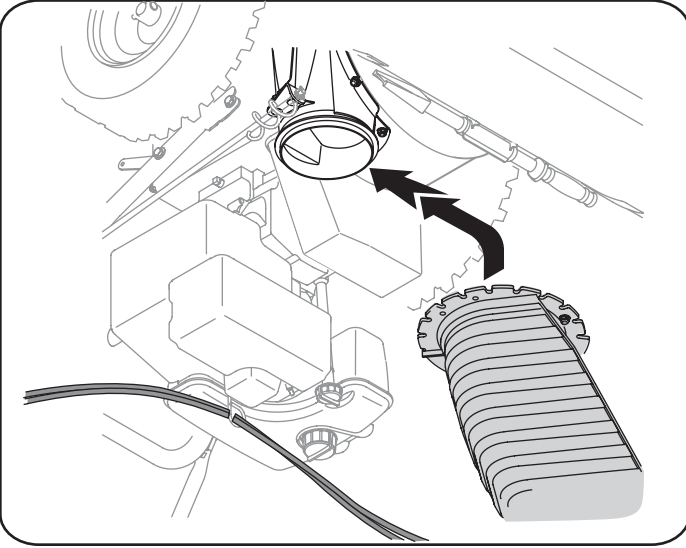

Figure 5
- Glissez la goulotte au-dessus de l'ouverture de l'adaptateur, en s'assurant que les guides des collets sont sous le rebord de l'adaptateur de la goulotte. Les encoches devraient s'engrener dans la partie hélicoïdale de la manivelle de la goulotte. Voir la Figure 5.
- S'il ne sont pas déjà installés, insérez les câbles, allant du tableau de bord à la goulotte, dans le fil de commande de la goulotte qui se trouve sur le moteur. Voir la Figure 5.